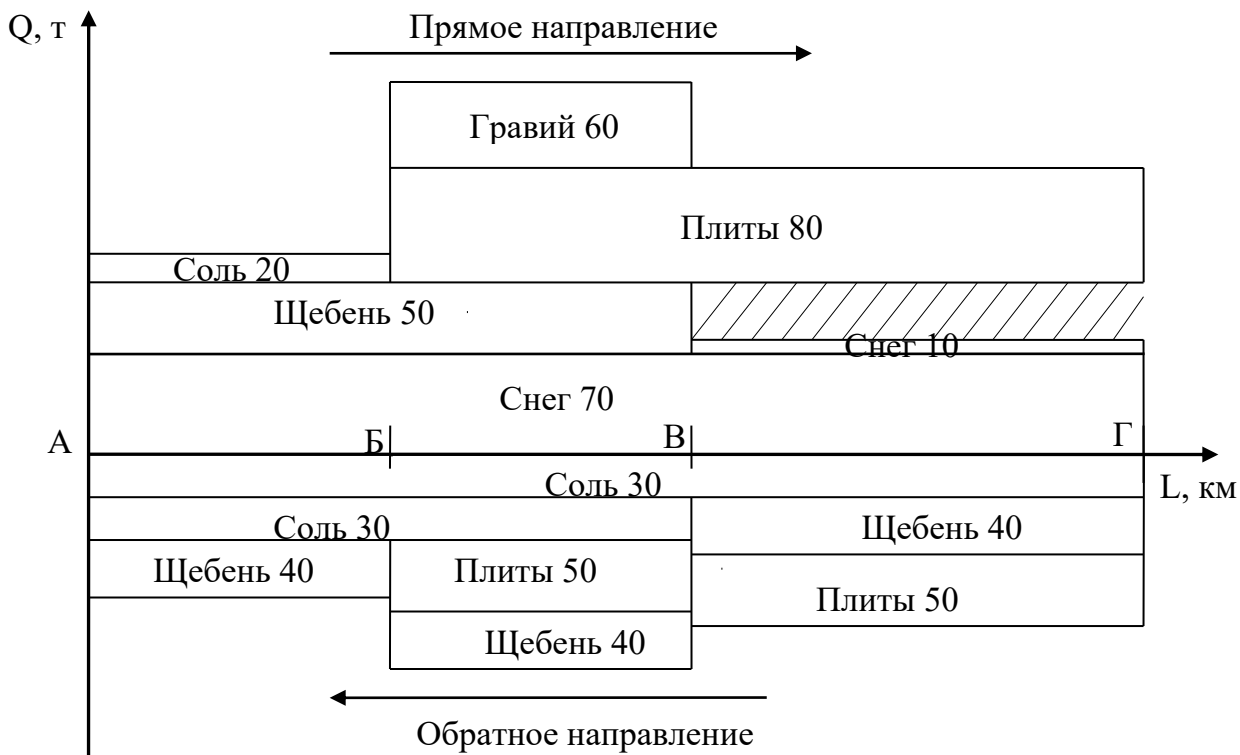

Рис. 1.2. Эпюра грузопотока
3. *Построение эпюры грузопотока.* Эпюра грузопотока строится исходя из правила правостороннего движения (рис. 1.2). Для этого выбирается вертикальный и горизонтальный масштабы. В данном примере вертикальный масштаб: в 1 см – 40 т, горизонтальный масштаб: в 4 см – 10 км.